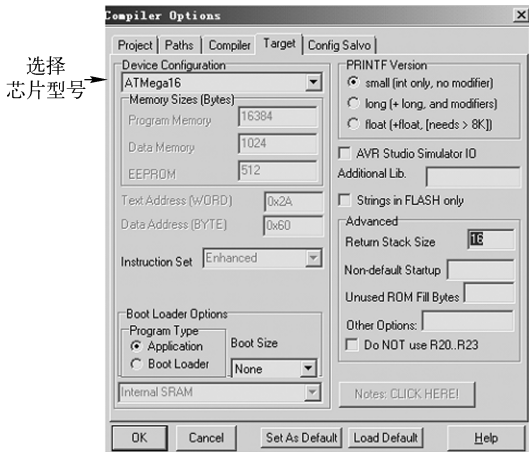

图 3.18 选择项目的目标器件
(4) 在项目管理窗口中点击右键，选择“Options”，在弹出的项目属性菜单中设置“Exam301HelloWorld”项目的相关属性，在本项目中将“Device Configuration”（芯片配置）修改为“ATmega16”，其他选项都维持不变，如图 3.18 所示。